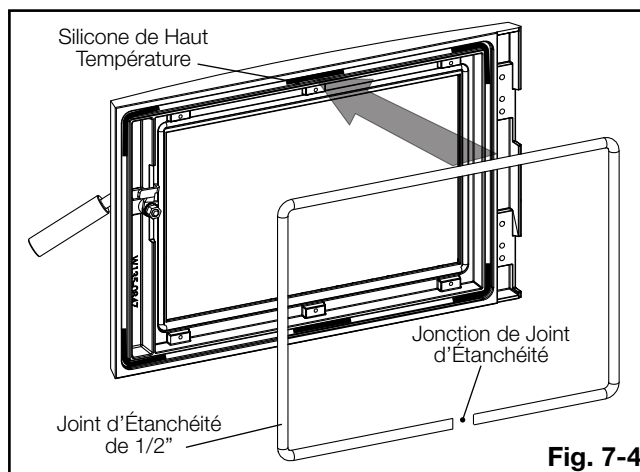

Fig. 7-4
2. Appliquez le **silicone de haut température** (non fourni) dans la rainure de joint d'étanchéité comme illustré (**Fig. 7-4**).
3. Coupez le joint d'étanchéité de 1/2" (fourni) à taille et le placez au dessus du silicone. Appuyez le joint d'étanchéité fermement pour assurer qu'il reste en place. Assurez-vous que le jonction du joint d'étanchéité face vers le bas comme illustré (**Fig. 7-4**).